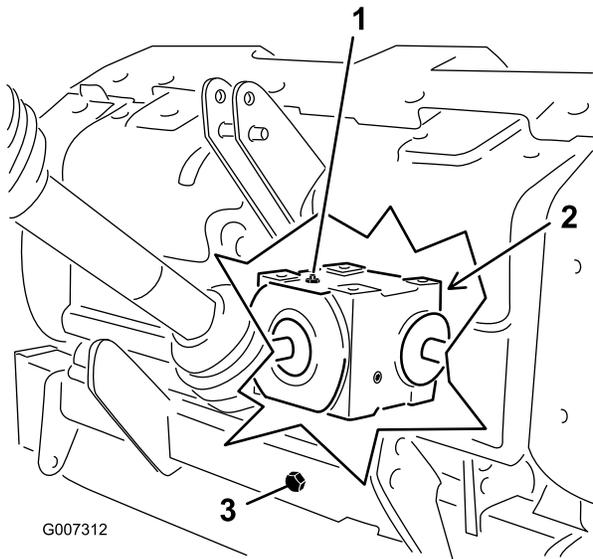

Bild 30
2. Entfernen Sie die Prüfschraube vom Getriebe (Bild 30).
3. Stellen Sie sicher, dass der Ölstand die Unterseite des Prüfschraubenlochs im Getriebe erreicht (Bild 30).
1. Entfernen Sie Rückstände von der Füllschraube und dem Ablassdeckel, um eine Verunreinigung zu vermeiden (Bild 30).